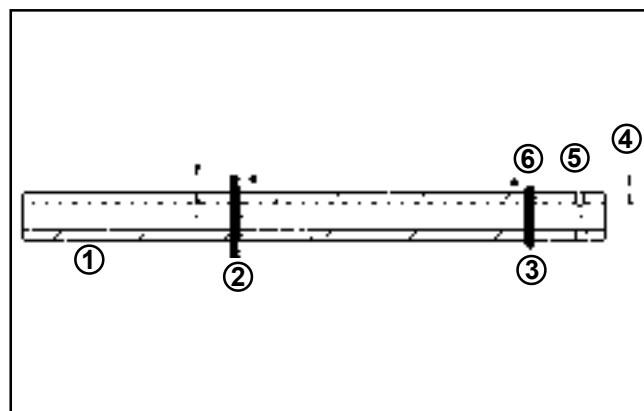

Figure 10-21. Emplacement des tétons d'entraînement pour l'arbre à cames côtés échappement.
1. Si les tétons d'entraînement ont été retirés de l'arbre à cames côtés échappement, suivre la procédure utilisée précédemment pour l'arbre à cames côté admission pour les installer de nouveau. Voir la Figure 10-21.